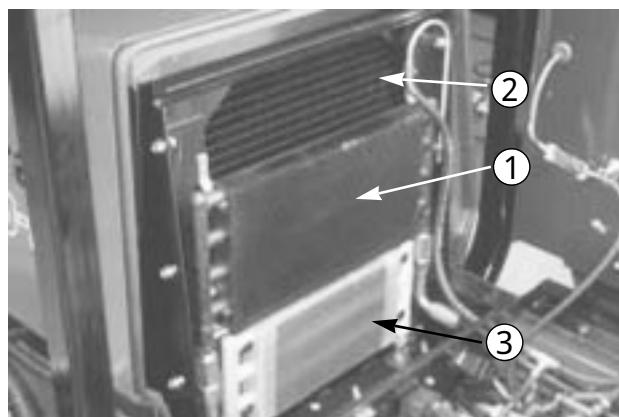

図54
3. オイル・クーラー(図54)を少し持ち上げて前に傾け、オイル・クーラー、ラジエターの両側を水か圧縮空気でていねいに清掃する。